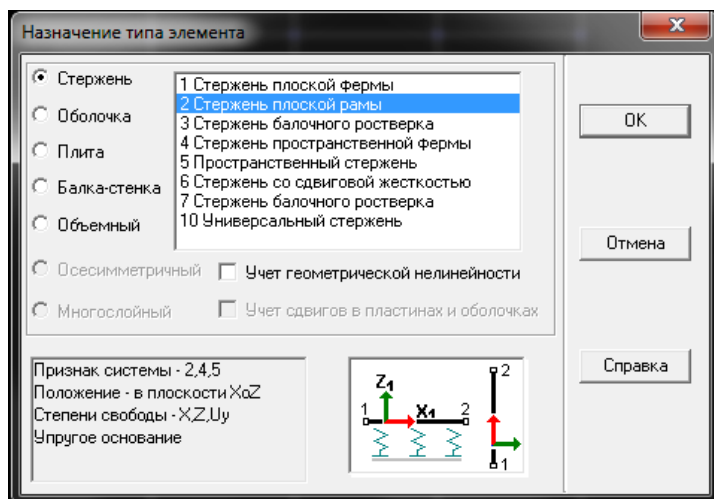

Рисунок 3.12 - Диалоговое окно SCAD для выбора типа конечных элементов
8. Назначение опорных связей (опор) осуществляется в диалоговом окне **Связи** (рис.3.12), которое появляется при нажатии кнопки  «Установка связей в узлах» инструментальной панели вкладки **Назначения**.
**Назначение типа элемента** (рис.3.12), вызываемое нажатием кнопки  на инструментальной панели при активизированной вкладке **Назначение**.